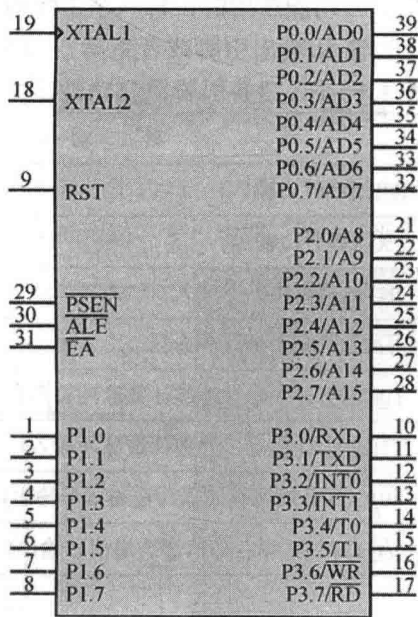
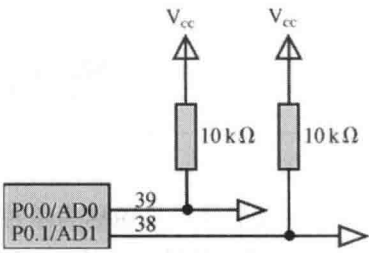

图 1.1 DIP 封装的 STC89C52 单片机引脚图
图 1.2 上拉电阻
单片机芯片的封装有直插式封装(DIP)与表面贴片式封装(SMD)两种，本书以直插式封装的单片机为例进行介绍。图 1.1 所示为 DIP 封装的 STC89C52 单片机引脚图。
(1) P0 口。如图 1.1 所示，32~39 脚为 P0.0~P0.7 输入/输出引脚。P0 口是一个双向的 8 位并行 I/O 口，每个 I/O 口可独立控制，片内没有上拉电阻，输入为高阻态，所以不能正常输出高/低电平，因此，P0 端口在使用中需要外接上拉电阻，方可输出高/低电平。如图 1.2 所示，一般上拉电阻选择 10kΩ 电阻。P0 端口的驱动能力为其他端口(P1、P2、P3)的 2 倍。